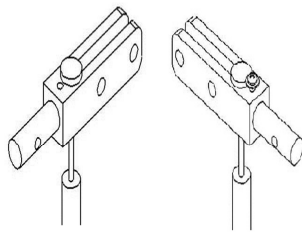

图 23 刹车线与手柄连接杆
2. 将刹车线从手柄连接杆的圆通孔处穿出,并用组合螺栓将刹车线纽扣压紧(4~6N.m)。见(P9 图 23);